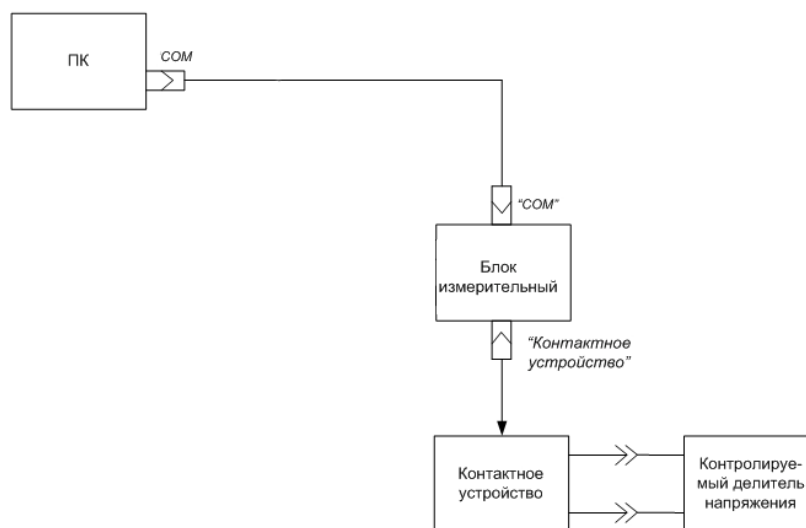

Рисунок 4.
1.5.2 Работа установки поясняется схемой подключения устройств (рисунок 4). Управление работой установки осуществляет персональный компьютер (далее - ПК) в соответствии с программой контроля и командами оператора, вводимыми с клавиатуры ПК.